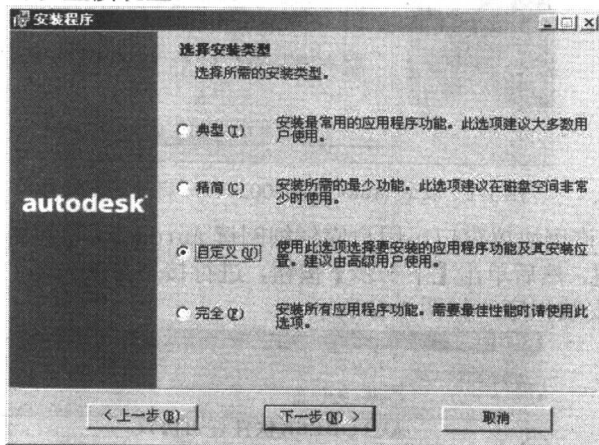

图 1-4 安装 AutoCAD 2002 —— 选择安装类型
(5) 如果用户输入的序列号和 CD 号正确, 则弹出用户信息窗口, 用户可根据自己的情况填写个人信息。单击【下一步】按钮。
(6) 弹出选择安装类型窗口。用户根据自己使用的要求进行选择。如果不了解 AutoCAD 的具体内容, 建议选择“典型”安装, 系统将自动安装常用的文件; 如果硬盘空间有限, 建议选择“精简”安装, 这对硬盘空间的要求最小; 如果对 AutoCAD 的内容较为熟悉, 并根据自己工作情况进行有选择性的安装, 单击“自定义”安装; 也可进行“完全”安装, 这样所需的硬盘空间相对较大。这里选择“自定义”安装, 着重为用户提供详细的安装过程介绍, 如图 1-4 所示。否则, 可以直接跳至 (8)。